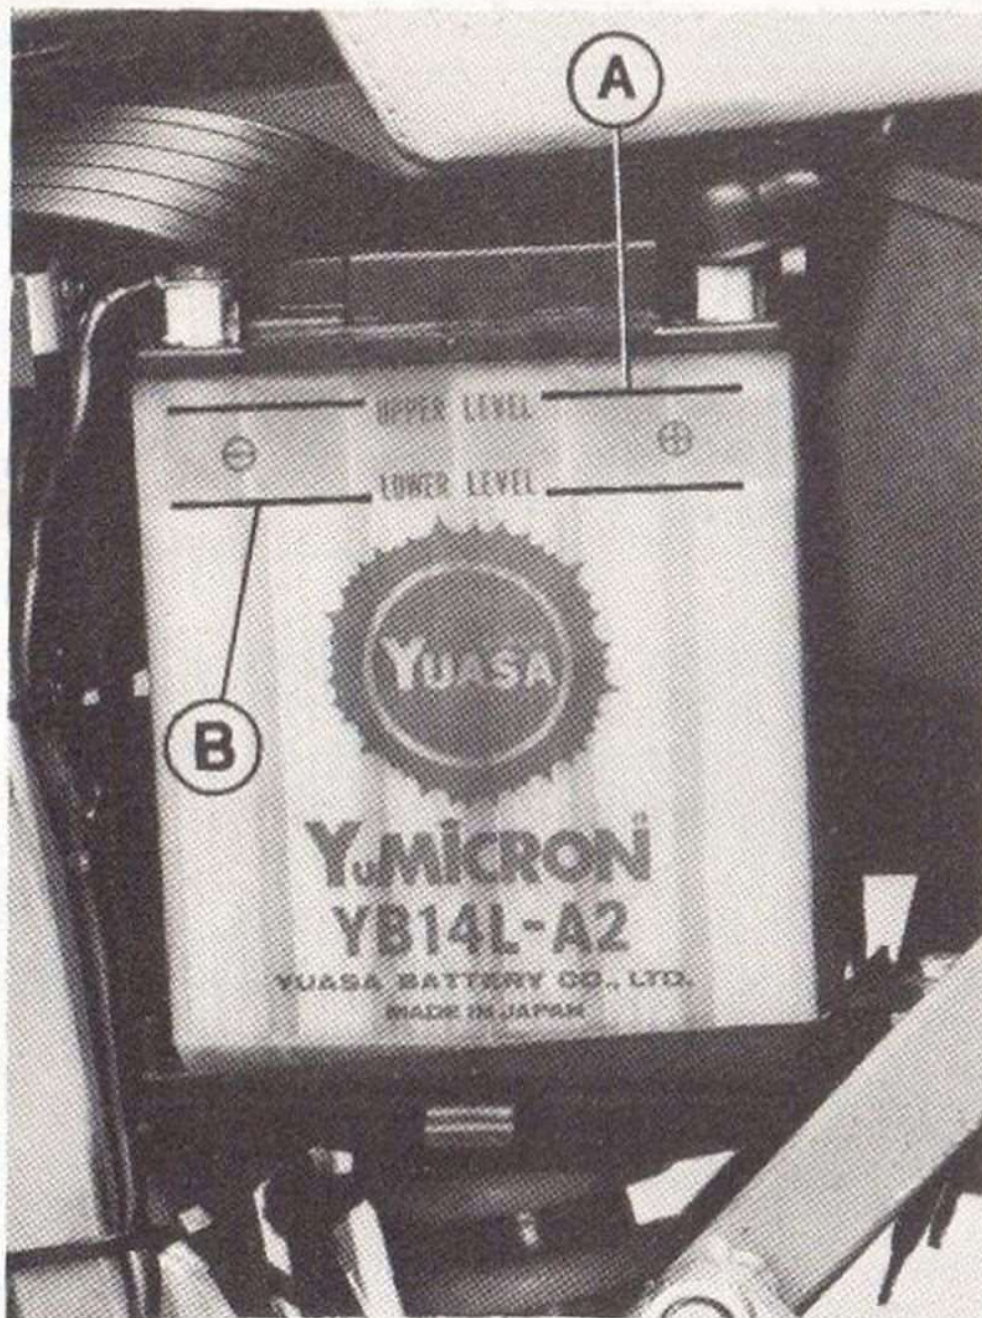

Fig. 32
BATTERIA	<p>La batteria è posta dietro il fianchetto sinistro.</p> <p>Rimuovere il fianchetto agendo sulle due viti di fissaggio.</p> <p>Controllare il livello del liquido elettrolitico che deve essere mantenuto fra gli indici superiore (A) ed inferiore (B) preindicati sull'involucro della batteria stessa (vedi fig. 32).</p> <p>Se il livello è basso svitare i tappi e mediante un imbuto rabboccare con acqua distillata fino a ripristinare il livello.</p>